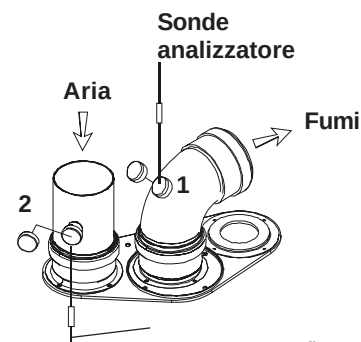

fig. 15
- prelevata nell'apposito foro 1 (vedi fig. 15).